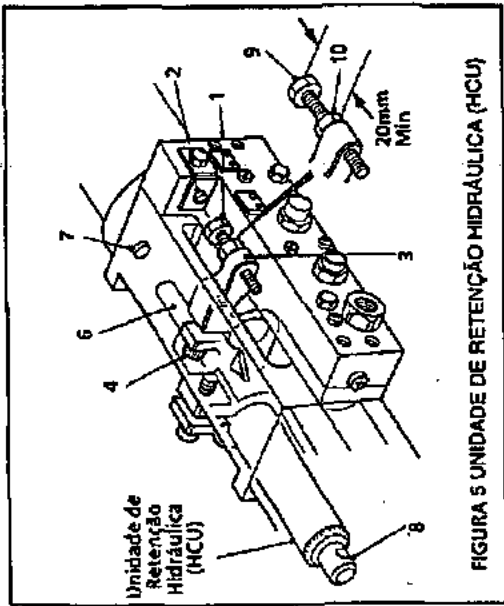

FIGURA 5 UNIDADE DE RETENÇÃO HIDRÁULICA (HCU)
**REGULAÇÃO DA OPERAÇÃO DE PERFURAÇÃO (Ver Figura 5)**
Utilizar (9), Figura 5, para o ajustamento de profundidade final.
Tranque utilizando (10), Figura 5.
A entretim do macho de rosca TEM de estar pelo menos 14mm acima do bloco de ensaio para permitir o curso de engrenagem de Inversão da cabeça do macho de rosca. Regule o espaço entre (2) e (1), Figura 5, de forma a ficar igual à profundidade da abertura de rosca MAIS a distância a que o macho de rosca está acima da peça a ser trabalhada.